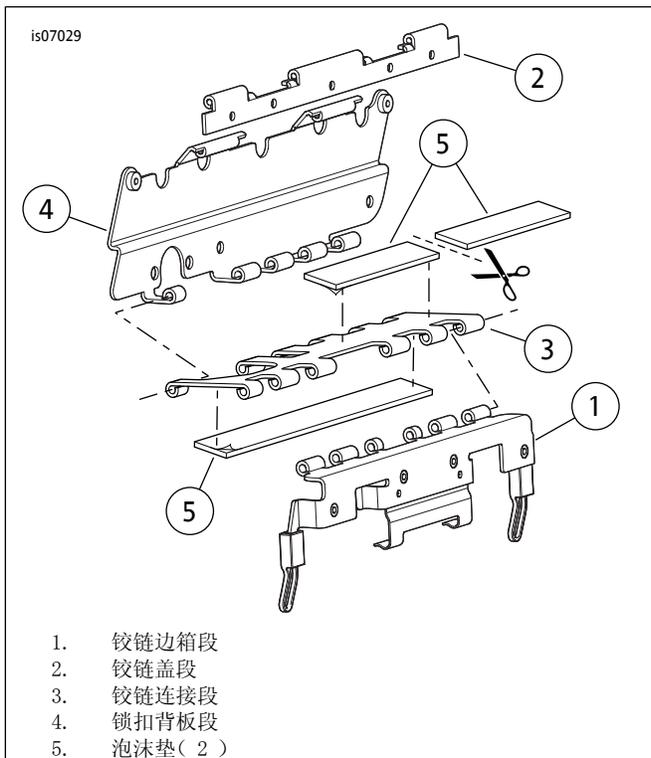

图7。将泡沫垫安装至边箱锁扣铰链(图示为左侧)
参见图7。为清楚起见，图中的边箱锁扣铰链已拆下销。
15. 从套件中取出两个泡沫垫(图12:项目24)。按照图7所示将其中一个一切为二。去掉未切割垫的背胶衬垫,将其粘贴至锁扣连接段的平侧。去掉一段已切割垫的背胶衬垫,将其粘贴至锁扣连接段的铰链侧,如图所示。